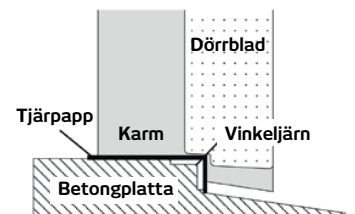

Bild 2
**Bild 2.** Karmen sågas ur med en såg, så att dörrbladet kommer att möta vinkeljärnet. Häng på karmsidorna på dörrbladen och markera med en penna den bit som ska sågas ur. Detta ska göras när portbladen och karmarna ligger ner. Behandla karmens ändträ i underkant mot fukt.